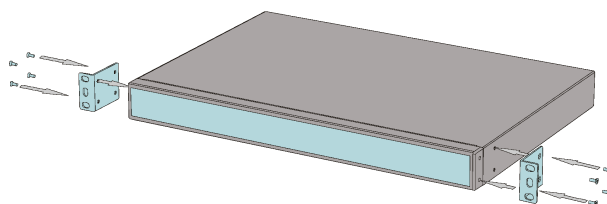

Figura 6 - Instale orelhas penduradas no switch
Passo 1: as orelhas suspensas e o switch são alinhados com os orifícios dos parafusos no painel lateral do chassi, conforme mostrado na Figura 6.